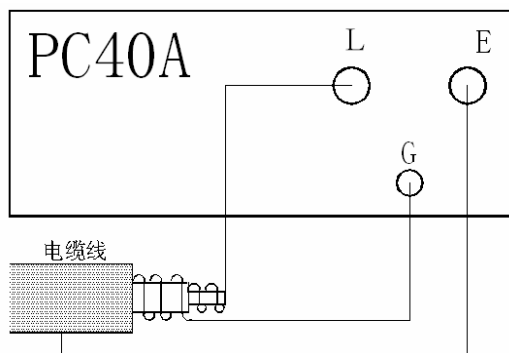

图6 对电缆缆芯与缆壳测定时接线图
- c 在进行电缆缆芯对缆壳的绝缘测定时，按图6把电缆芯和缆壳分别与仪器测量端“L”和“E”相连，再将电缆壳芯之间的内层绝缘物与仪器屏蔽端“G”相连，以消除因表面漏电而引起的测量误差。